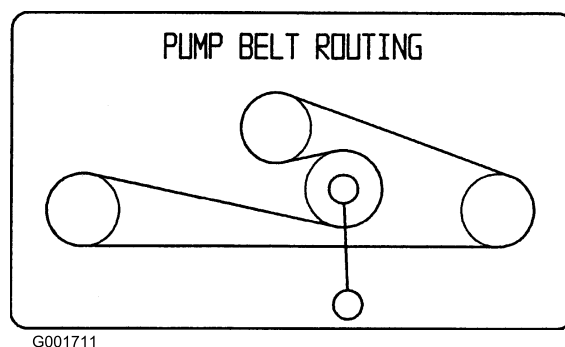

Figure 59
- Abaissez la poulie de tension rappelée par ressort et enlevez la courroie des poulies du moteur et des pompes hydrauliques (Figure 59). Retirez la courroie entre les poulies.
- Montez la courroie neuve sur les poulies du moteur et des pompes hydrauliques (Figure 59).
- Abaissez la poulie de tension rappelée par ressort et alignez-la sous la courroie de transmission, puis relâchez-la (Figure 59).